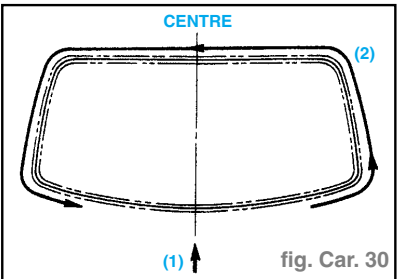

fig. Car. 30
- Aligner le joint de raccord de la moulure avec le centre inférieur de la vitre. (1) (fig. Car. 30)